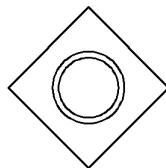

图 8-7 旋转
- 04 选择菜单【修改】|【旋转】命令,将绘制的正四边形旋转 45° ,如图 8-7 所示。